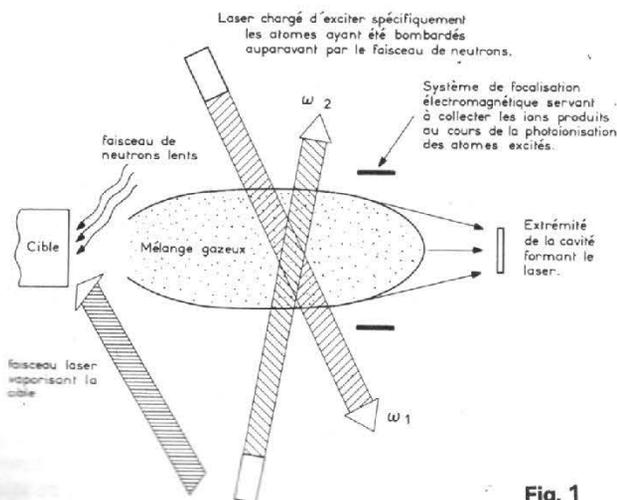

Fig. 1
**D** EPUIS plusieurs années en U.R.S.S., R.-V. Khokhlov étudie les moyens à mettre en œuvre pour réaliser un laser émettant des rayons gamma. L'un de ses collègues, V.-S. Letokhov vient de rejoindre les rangs des partisans de Khokhlov en publiant un article théorique, décrivant ce que pourrait être un laser-gamma, émettant un faisceau d'énergie comprise entre 10 000 et 60 000 électrons-volts (fig. 1). Le laser fonctionnerait sur des états nucléaires isomériques de courte durée de vie (0,1 à 10 secondes). Dans le schéma qui est proposé, des atomes d'une cible auraient, initialement leur noyau excité par un faisceau de neutrons lents; ces atomes seraient ensuite arrachés de la structure solide les retenant grâce à un premier laser, puis ils seraient excités spécifiquement au moyen d'un second laser, et les atomes ainsi excités subiraient alors une photo-ionisation par un troisième laser. Il y aurait, alors, émission d'un faisceau laser-gamma.